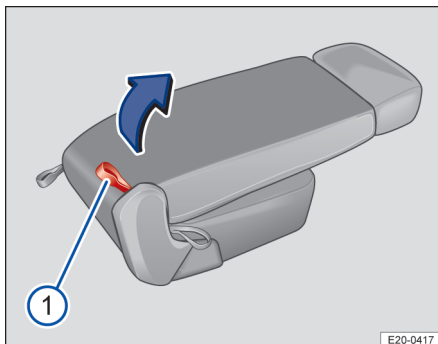

Fig. 67 Al doilea rând de scaune: Rabatați scaunul spre înainte.
2. Trageți urechea roșie de tragere a scaunului respectiv → fig. 67 ⓘ aflată pe spatele scaunului și rabatați scaunul spre față.